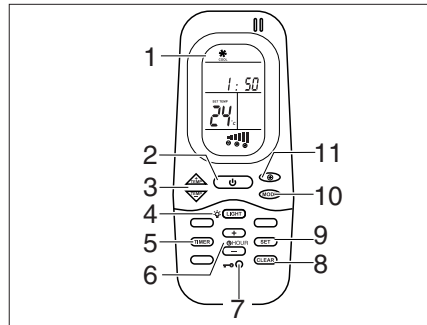
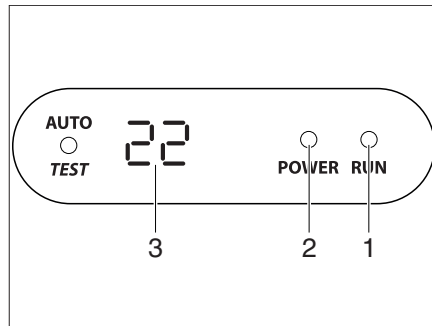

Bild 122 Fernbedienung
Bild 123 Display am Diffusor
Die Klimaanlage ist auf dem Dach des Fahrzeugs angebracht. Die Fernbedienung (Bild 122) für die Klimaanlage befindet sich im Küchenbereich.
- Fahrzeug an die 230-V-Versorgung anschließen. Die Klimaanlage ist betriebsbereit. Die LED (Bild 123,2) am Display des Diffusors leuchtet rot.
- Zum Einschalten den Ein-/Ausschalter (Bild 122,2) auf der Fernbedienung drücken. Die LED (Bild 123,1) leuchtet grün, wenn die Klimaanlage im Kühlbetrieb arbeitet. Die LED (Bild 123,1) leuchtet rot, wenn die Klimaanlage im Heizbetrieb arbeitet.
- Die gewünschte Betriebsart mit der Taste MODE (Bild 122,10) einstellen.
- Bei Bedarf mit der Taste (Bild 122,11) die gewünschte Gebläsestufe und mit den Tasten (Bild 122,3) die Raumtemperatur einstellen.
- Zum Ausschalten den Ein-/Ausschalter (Bild 122,2) auf der Fernbedienung erneut drücken.
- Zum Programmieren die Klimaanlage mit dem Ein-/Ausschalter (Bild 122,2) auf der Fernbedienung einschalten.
- Taste TIMER (Bild 122,5) drücken. Die ON-Anzeige der Startzeit wird aktiviert.
- Mit den Tasten TEMP (+/-) (Bild 122,3) die Uhrzeit einstellen.
- Erneut die Taste TIMER (Bild 122,5) drücken. Die OFF-Anzeige der Startzeit wird aktiviert.
- Erneut die Taste TIMER (Bild 122,5) drücken.
- Am Ende der Einstellung die Taste SET (Bild 122,9) drücken.
- Um die Timer-Programmierung zu löschen, Taste CLEAR (Bild 122,8) drücken.